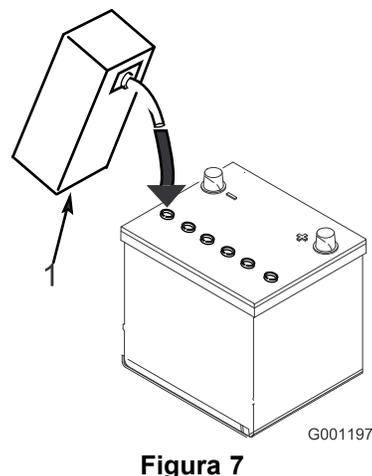

Figura 7
- Encha cuidadosamente cada célula com electrólito até as placas estarem cobertas com cerca de 6 mm de fluido (Figura 7).
4. Aguarde aproximadamente 20 a 30 minutos para que as placas fiquem embebidas em electrólito. Se necessário, volte a colocar electrólito até ficar cerca de 6 mm acima do fundo do depósito de enchimento (Figura 7).